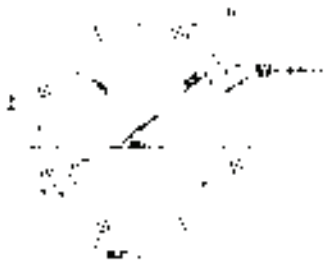

图 8-40 绘制的基准面符号
4) 移动和旋转基准面符号。单击“修改”工具栏中的“移动”按钮和“旋转”按钮, 将输入文字的基准面符号移动到适当位置并进行旋转, 完成基准面符号标注, 如图 8-40 所示。